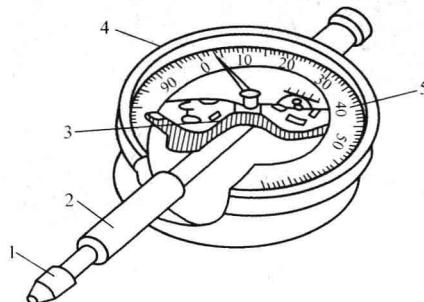

图 1-15 百分表的结构示意图
1) 百分表主要由测头、齿条杆、指针齿轮、表圈和表盘组成,其结构示意图如图1-15所示。百分表在电动机检修时常用来测量转轴,集电环及换向器等外圆的形位误差。